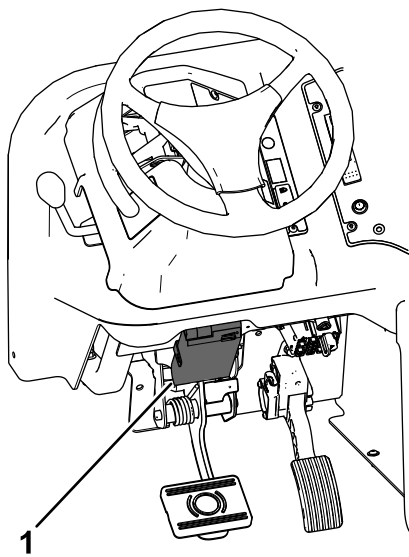

Figure 63
- Montez le contrôleur de frein au-dessus des pédales de déplacement et de frein (Figure 63). Réglez le contrôleur de manière à maximiser la capacité de freinage pour la taille de la charge de l'accessoire.